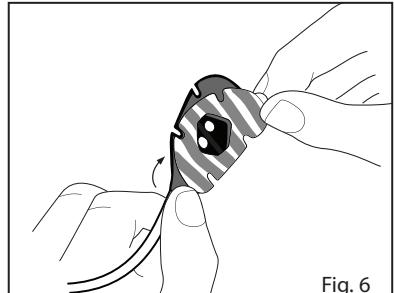

Fig. 6
2. Se reporter à la **figure 6**. Placez le tampon adhésif sur le capteur, comme illustré. Ne couvrez pas l'émetteur ni le détecteur, situé au centre du capteur.